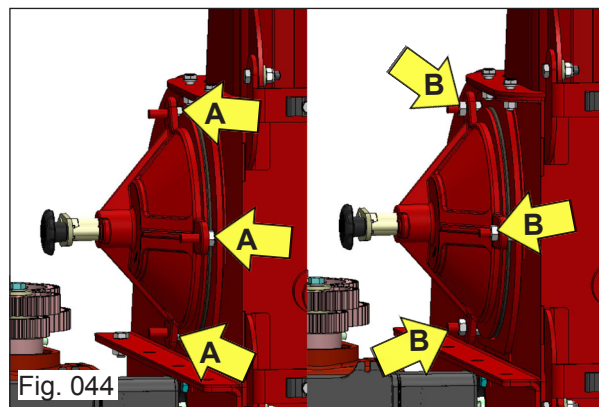

Fig. 044
- Desaperte as 3 porcas de regulagem, até que elas encostem no afiador "A" (Fig. 044);
- Coloque as 3 porcas de fixação "B" (Fig. 044);
- Afloje el ajuste de las tuercas 3 hasta que se detengan el afilador "A" (Fig. 044);
- Ponga las 3 tuercas de seguridad "B" (Fig. 044);
- Loosen the 3 nuts adjustment until they stop the sharpener "A" (Fig 044);
- Put the 3 locknuts "B" (Fig. 044);
- Monte novamente o Afiador na máquina e regule o Rebolo, por intermédio das Porcas de regulação "B" (Fig. 044).
- Volver a montar el afilador en la máquina y ajustar la rueda, a través del ajuste de las tuercas "B" (Fig. 044).
- Reassemble the sharpener on the machine and adjust the wheel, through the adjustment nuts "B" (Fig. 044).